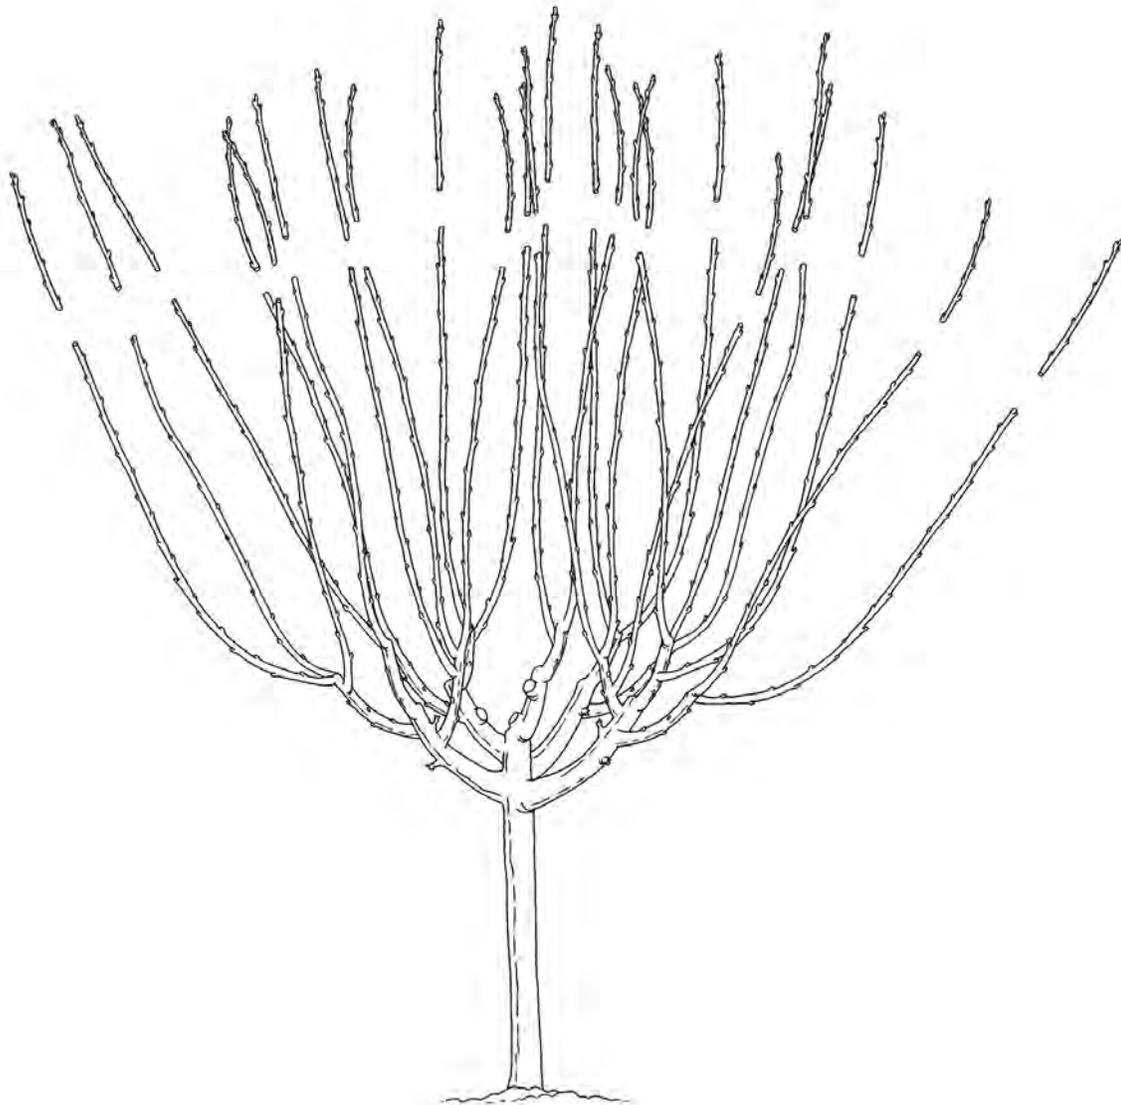

Figura 8
- En el caso de variedades de productividad alta o media sobre portainjertos semivigorrosos, despunte los ejes. Haga lo mismo en el caso de variedades de alta productividad sobre portainjertos estándar. En ambos casos, quite un cuarto del nuevo crecimiento (Figura 8). El despunte mantiene un equilibrio entre follaje y fruto y produce fruto de alta calidad.
- Si el árbol no ha alcanzado ocho pies de altura, quite un cuarto del nuevo crecimiento de cada eje (Figura 8, página 14).